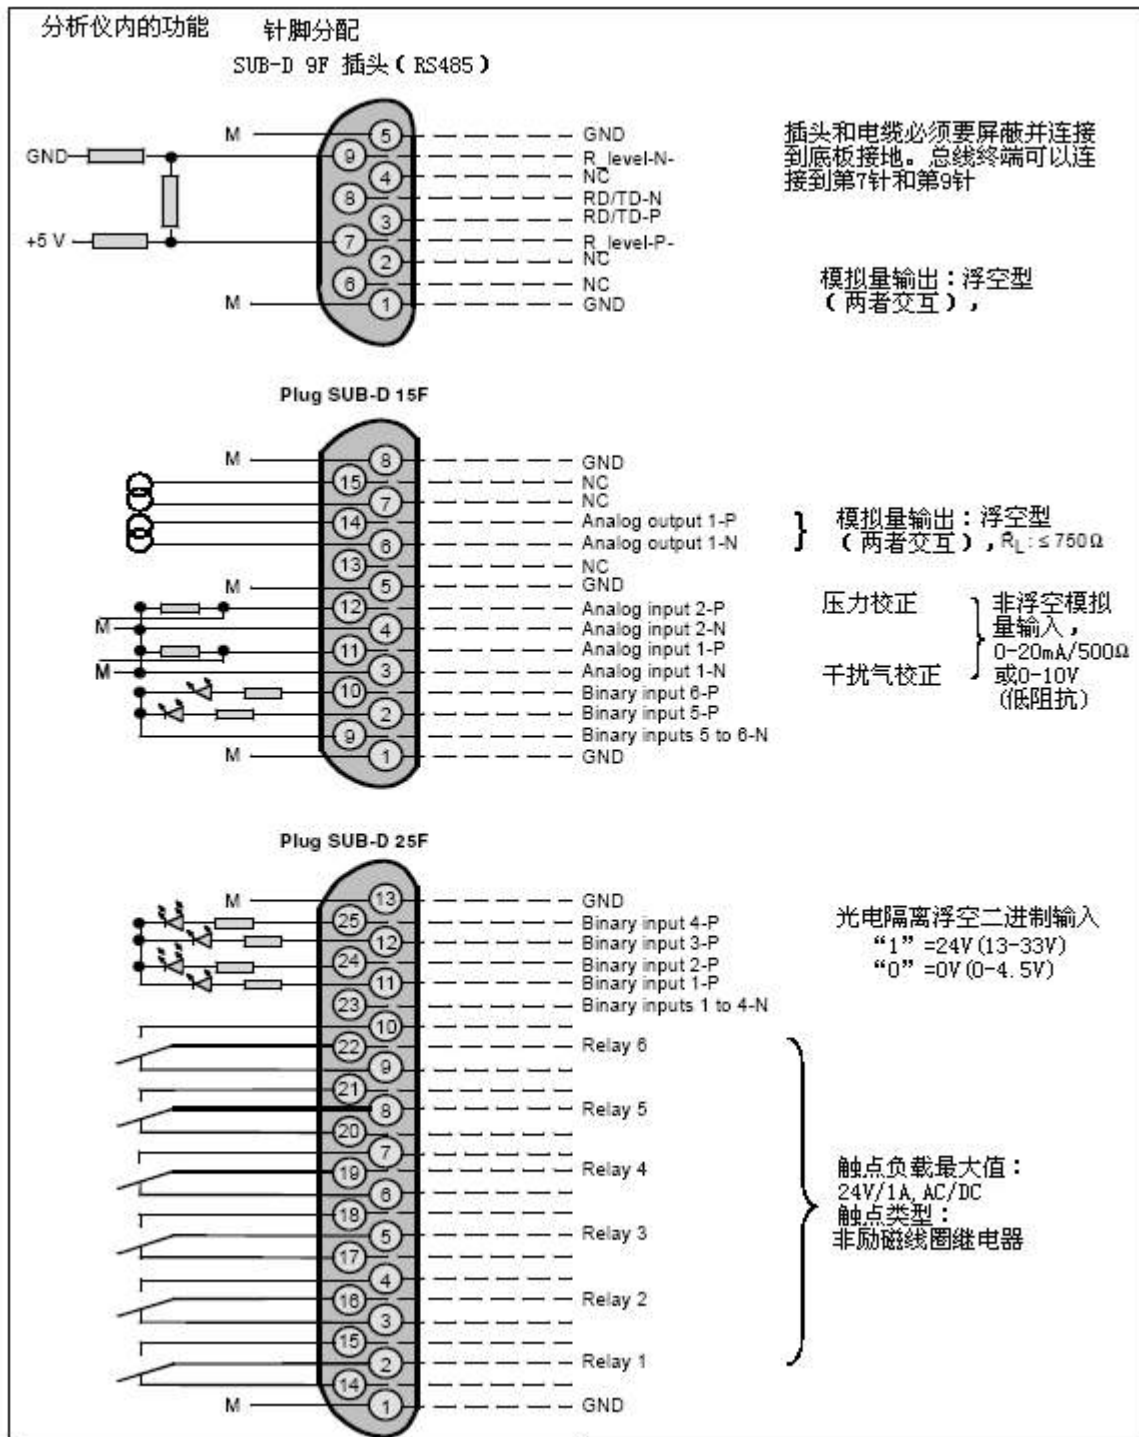

图 2-3 OXYMAT 61 的针脚分配
- 必须要将继电器输出、二进制输入、模拟量输入和输出的电缆屏蔽。它们必须要根据针脚分配图 (图 2-3 和 2-4) 的要求和相对应的梯形插头 (D-SUB 插头) 连接。导线的横截面面积应该 $\geq 0.5 \text{ mm}^2$ 。推荐使用 JE-LiYCY ... BD 型电缆。根据负载的大小来决定模拟量输出的电缆长度。